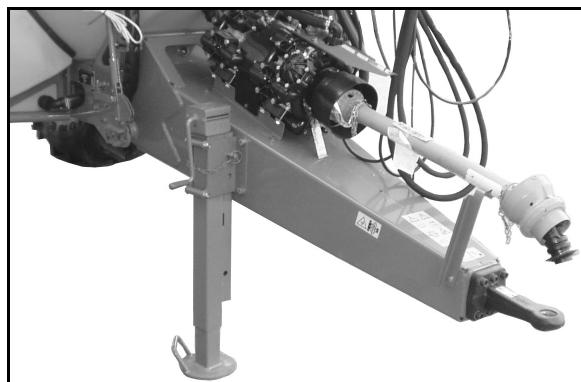

Fig. 40
- **Proțapul cu agățător (Fig. 40)**